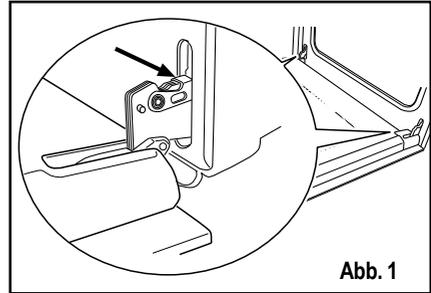

Abb. 1
2. Die Tür ist über Scharnieren mit dem Backofen verbunden (Abb. 1).